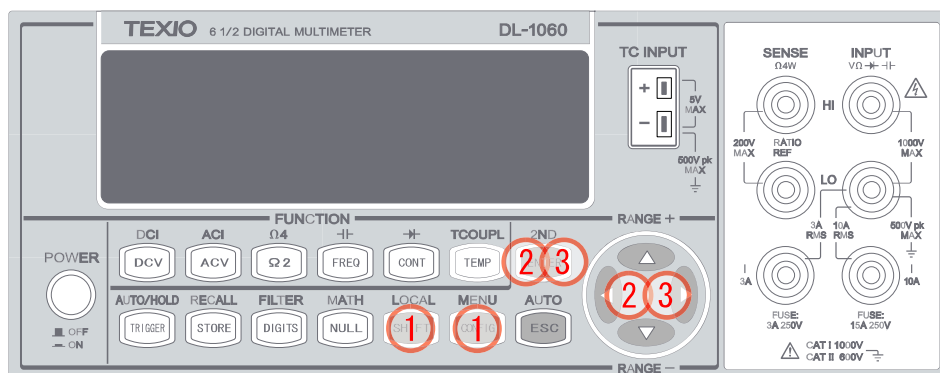

図 3-22
- ① SHIFT + CONFIG ボタンを押します。
- ②  $\triangle$ ・ $\square$ ・ENTER ボタンを使い、TRIG SYS > DELAY > MANUAL の順に移動し、トリガディレイ設定モードにします。
- ③ トリガディレイの値の設定は、 $\triangle$ ・ $\square$  ボタンを使い希望の数値に、 $\triangleleft$ ・ $\triangleright$  ボタンで桁を移動します。ENTER ボタンを押して値を決定します。(トリガディレイは0から3600秒の間で設定が可能です)
- 使用するボタンを図 3-22 に示します。